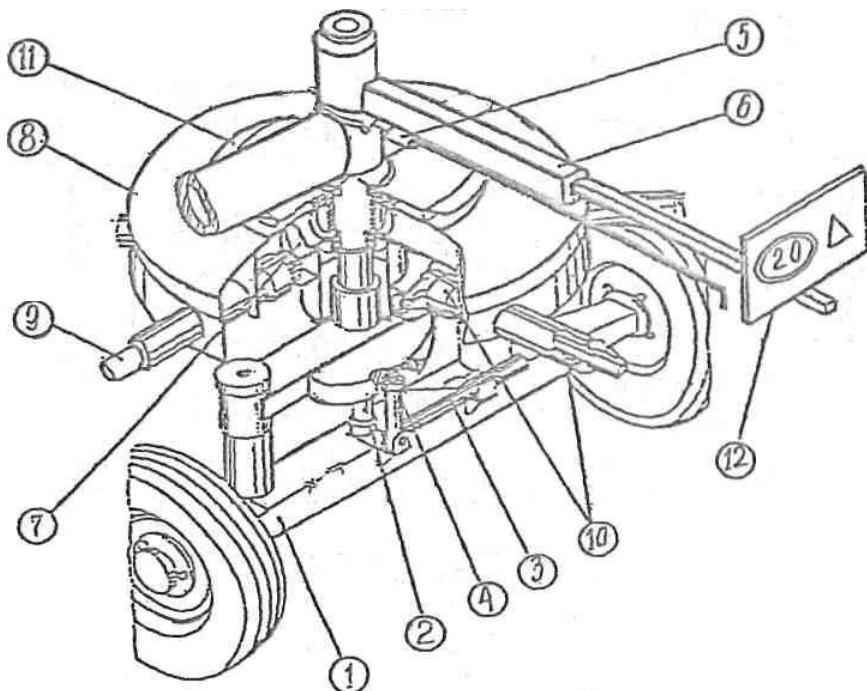

Рис.5. Ротор правый
Ротор правый (рис. 5) состоит из оси колесного хода 1, на которой датированы кулачек 7 ротора 8 с граблинами 9, втулками 10 и шкивом клиновременной передачи 11.
Граблины (рис. 6) устанавливаются на левом (рис. 4) и правом (рис.5) роторах. Каждая граблина состоит из штанги 1, кривошипа 3 с обоймой 8. Зуб сгребания 2 крепится с помощью болта 4, шайбы 5, двух гаек 6 хомутика 9.
4.3.3. Присоедините тягу 13 к фиксатору 5 и ручке перевода колесного хода 6, а ручку перевода вставьте в трубу рычага и закрепите болтами (рис. 5).
4.3.5. Рабочие поверхности втулок 7 и дорожек кулачка 4 левого ротора (рис. 4) и кулачка 7 правого ротора (рис. 5) смажьте солидолом.
Присоедините к планке рычага 6 перевода колесного хода правого ротора (рис. 5) габаритный щиток 12 при помощи двух болтов M10x35, пружинных шайб и гаек так, чтобы светоотражатель располагался с наружной стороны граблей.
После транспортировки граблей, на ровной твердой площадке поднимите роторы в верхнее положение при помощи гидравлики, переведите упор 3 (рис. 5) правого ротора в рабочее положение и опустите ротор.
При помощи рычага, 6 (рис. 5) переведите колесный код правого ротора в рабочее положение (ось колесного хода параллельна поперечине). При STOM фиксатор 5 должен углубиться в паз.